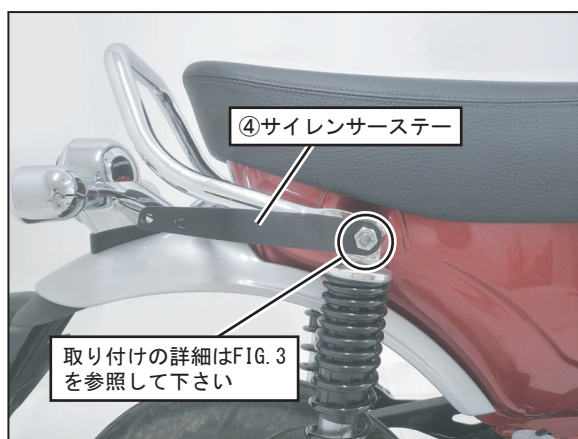

FIG. 2
3. 右側リアクッション上部を留めている純正ワッシャ、純正アダプターボルト 8 MMを取り外し、④サイレンサーステーを⑩UナットM10 P1. 25三種を使用して仮締めして下さい。(FIG. 2, 3 参照)